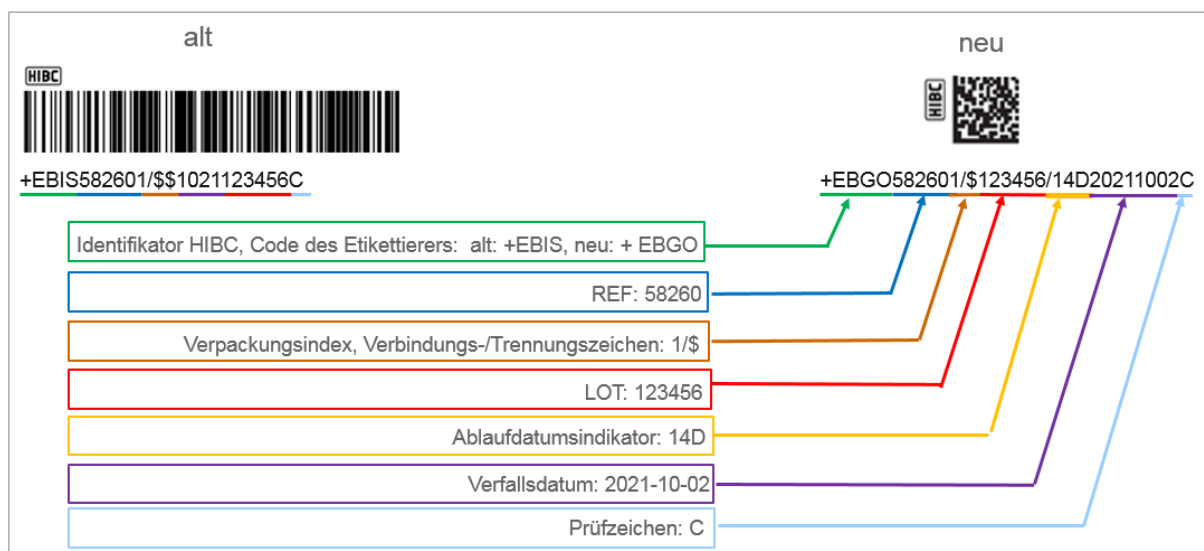

Abb. 3: Dateninhalte der Codes
- Zur Sicherheit beim Ausfall des digitalen Einscannens sind alle Angaben in Klarschrift unterhalb des Codes vorhanden (s. Abb. 3)